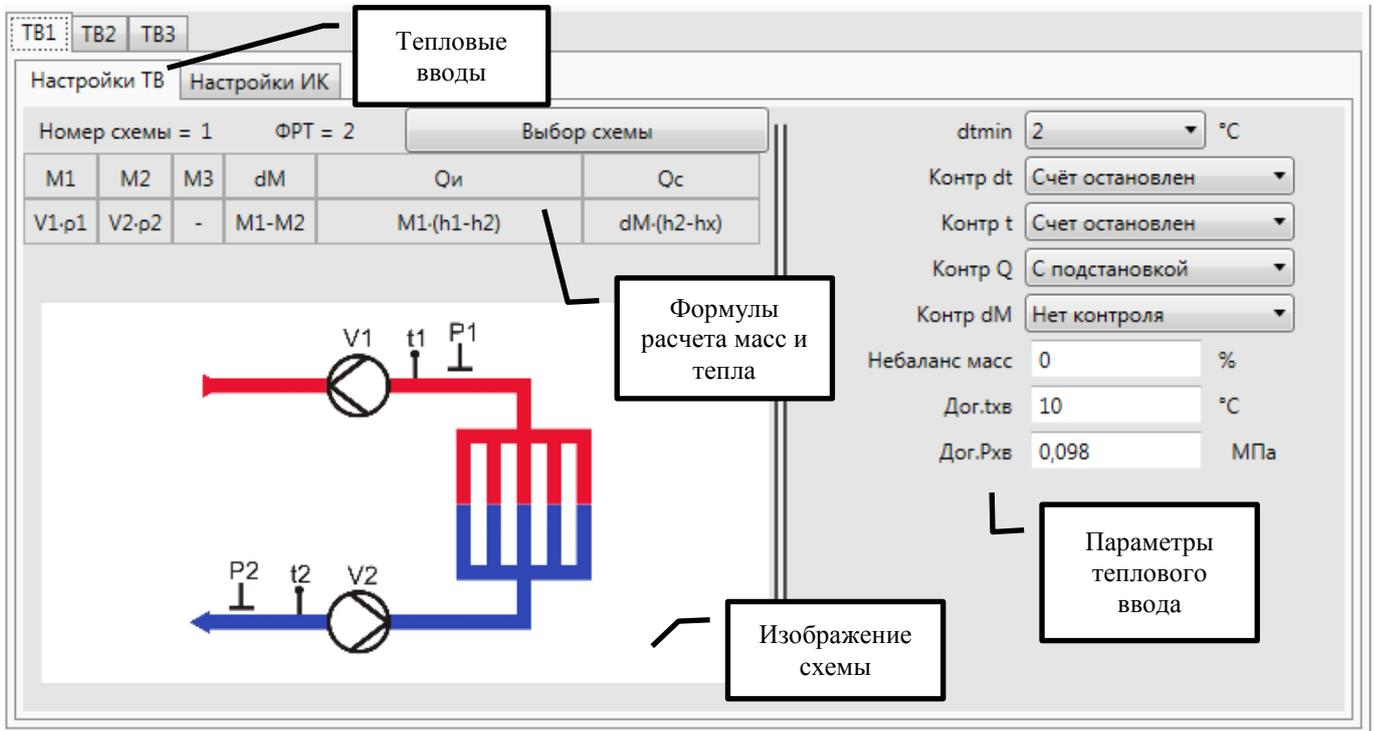

Рисунок 32 – Блок настроек БД1 → ТВ1 → Настройки ТВ
- «Настройки ТВ» (Рисунок 32);